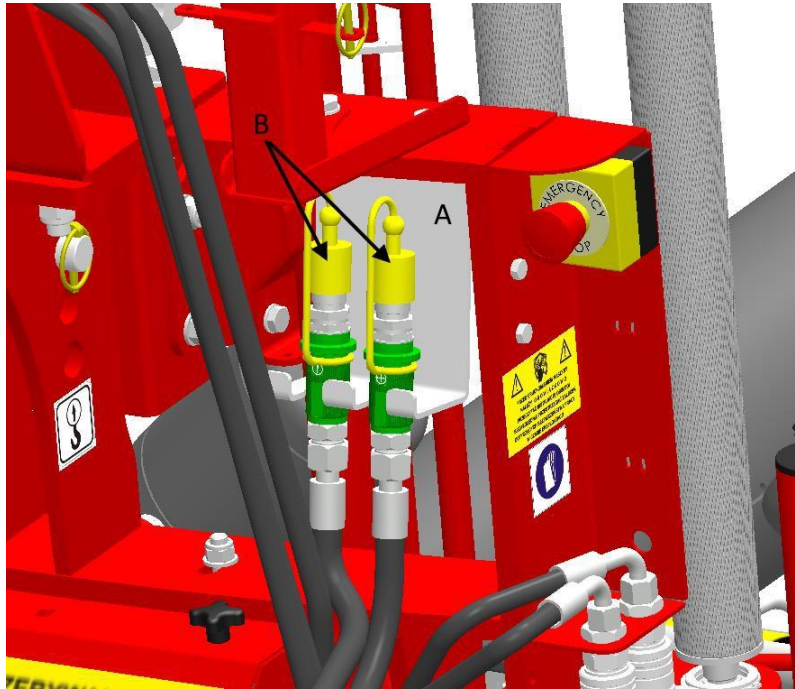

Рисунок 11. Держатель гидравлических шлангов:
- Отпустите и отсоедините силовую гидравлическую систему, закрепите гидравлические шланги в держателях на главной раме обмотчика (рис. 11 - А). Отсоедините сначала штекер (+), а затем штекер (-).
Гидравлические соединения всегда должны быть чистыми. Всегда после использования устанавливайте пластиковую крышку, поставляемую вместе с машиной (Рис. 11 – В).